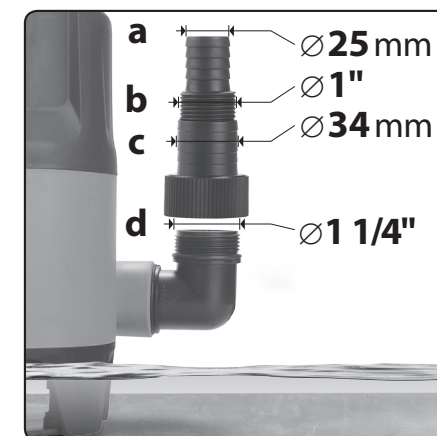

Abb. 4
- Schrauben Sie in die Ausgangsöffnung der Pumpe das Anschlussstück für den Schlauch ein (Abb. 4).